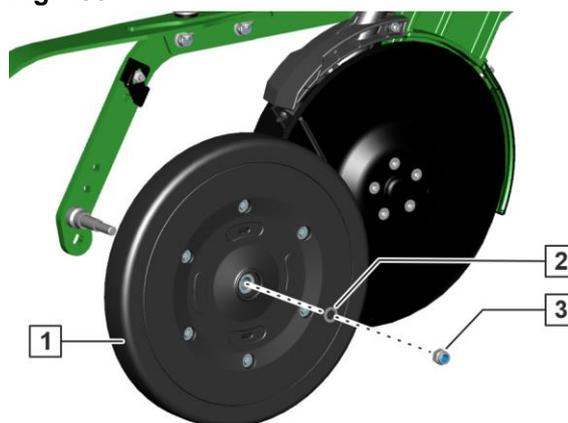

Fig. 499
1. Mutter (Fig. 499/3) abschrauben.
2. Unterlegscheibe (Fig. 499/2) demontieren.
3. Andruckrolle (Fig. 499/1) ersetzen.